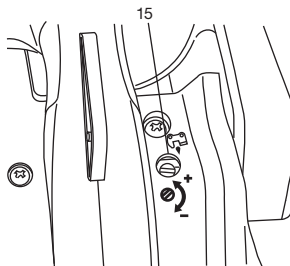

Fig. 9
La cantidad deberá ajustarse de acuerdo con las condiciones de operación. Gire el tornillo (15) de ajuste para aumentar a la izquierda la cantidad y lo gira a la derecha para disminuir la cantidad. (Fig. 9)